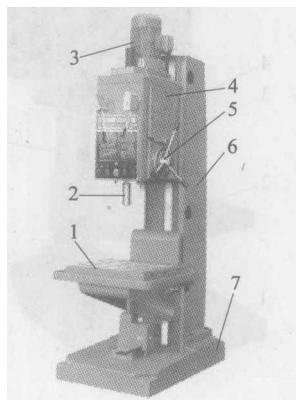

图 1—5 立式钻床
(3) 摆臂钻床。撆臂钻床如图 1—6 所示。它依靠移动钻床主轴来对准工件上孔的中心线，所以加工比立钻方便。主轴变速箱能在撆臂上做大范围的移动，同时撆臂能绕